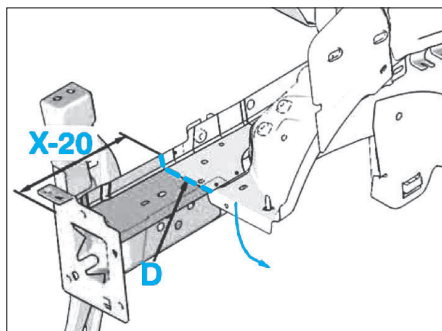
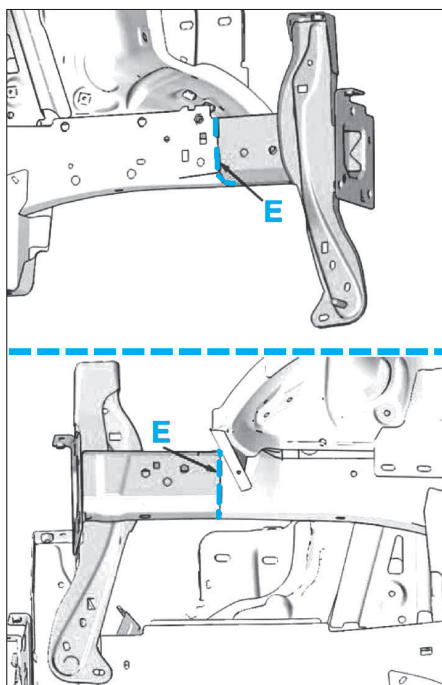

FIG. 8
FIG. 9
- Découper en aux endroits indiqués D et E (Fig.8) et (Fig.9).